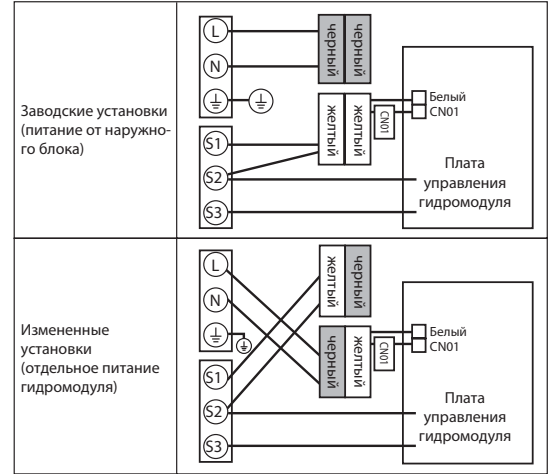

Рис. 3.2.16
- Измените подключение разъемов в блоке управления гидро модуля (смотрите. рис. 3.2.16).